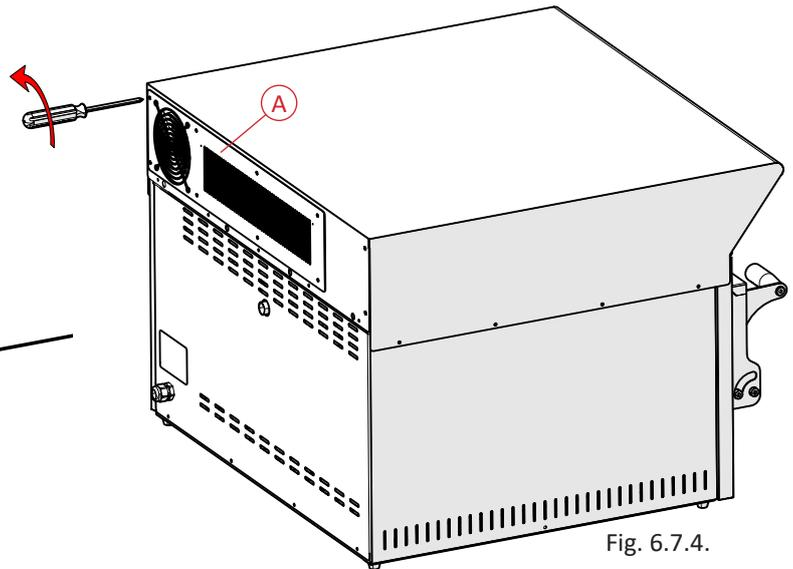

Fig. 6.7.4.
1. Svitare le viti che fissano il gruppo filtrante (A) (Fig. 6.7.4.);